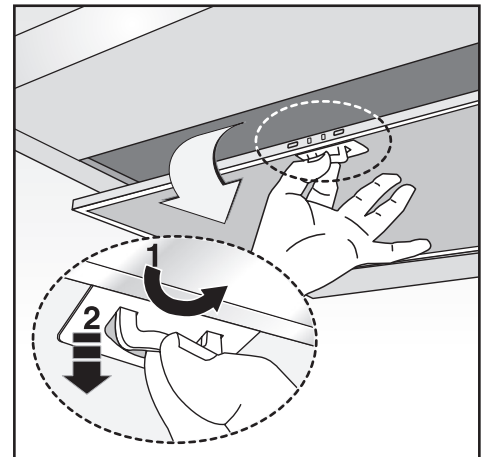

Fig.5
• En cas de table de cuisson électrique, à gaz ou à induction, il faut prévoir une distance de sécurité d'au moins **65 cm** entre cette dernière et le point le plus bas de la hotte. S'il doit être utilisé un tuyau de connection composé de deux ou plusieurs parties, la partie supérieure doit être à l'extérieur de celle inférieure. Ne pas relier le tuyau d'échappement de la hotte à un conduit dans lequel circule de l'air chaud ou employé pour évacuer les fumées des appareils alimentés par une énergie différente de celle électrique. En vue d'une manœuvrabilité de l'appareil plus facile, avant d'exécuter les opérations de montage, déconnecter le filtre/les filtres anti-graisse (Fig.5).